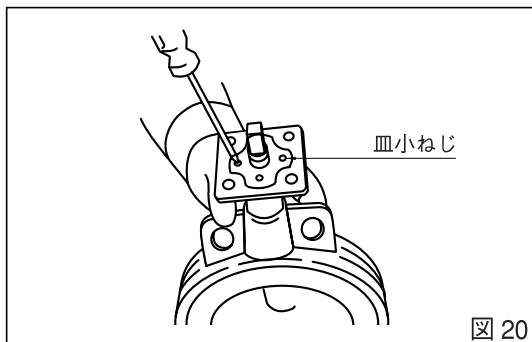

図 20
3. 皿小ねじの取り外し：上部弁棒の抜け止めブッシュ、Oリングを固定している皿小ねじを外します。この時、圧力だまりを避けるため、少しずつ緩めてください。(図20)